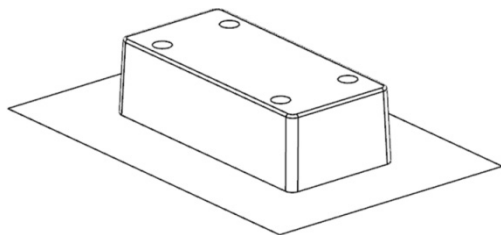

图 11-7 创建拉伸曲面
(10) 单击“完成”按钮，在【拉伸】对话框中对“指定矢量”选择“ $YC \uparrow$ ”，“结束”选取“对称值”选项；把“距离”设为 50mm，对“布尔”选择“无”。
(11) 单击“确定”按钮，创建拉伸曲面，如图 11-7 所示。
(12) 选取“菜单 | 插入 | 修剪 | 修剪片体”命令，以拉伸曲面为目标片体，抽取